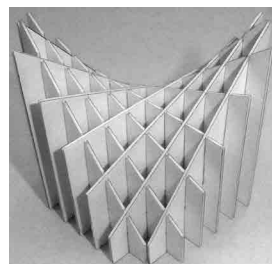

図1
(2)どのように組み立てたら図1の形になるか、プレートをよく見ながら考えて、組み立ててみましょう。